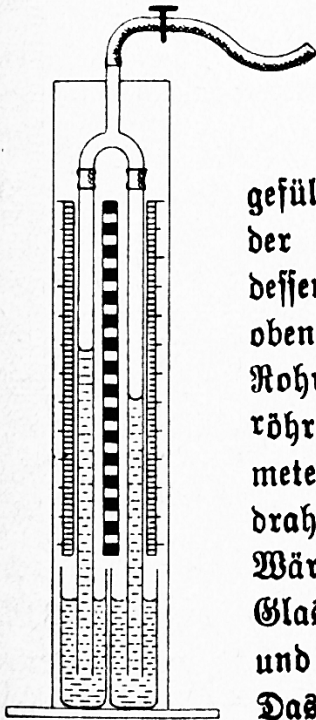

Abb. 63. Bestimmung des Eigengewichtes flüssiger Körper.
11. Verbinde zwei 80 cm lange Glasröhren durch Schlauchstücke mit einem T-Rohre, schließe an dieses einen Schlauch mit einem Quetschhahn an! Das Benetzen der Glasröhrenden mit Rizinusöl sichert einen vollständig luftdichten Abschluß. Befestige das ganze nach Abb. 63 auf einem senkrecht stehenden Brettchen und lasse die unteren Enden der Glasröhren in zwei Gläser tauchen! Bringe an dem Brettchen hinter jedem Rohre einen Millimetermaßstab an! Fülle ein Glas mit gefärbtem Wasser (sehr schön ist mit Fluorezein gefärbtes Wasser), das zweite mit gefärbtem Spiritus! Saug an dem oberen Schlauche und schließe den Quetschhahn! Die Flüssigkeitssäulen sind verschieden hoch; Spiritus steht höher als Wasser. Miß in jeder Röhre den Abstand zwischen dem Flüssigkeitsspiegel im unteren Glase und in der Röhre! Die beiden Flüssigkeitssäulen haben dasselbe Gewicht, weil im Innern der Röhre die gleiche Luftverdünnung und außer der gleiche Luftdruck herrscht. — Berechne durch einfaches Dividieren das Eigengewicht von Spiritus! Bestimme auf die gleiche Weise das Eigengewicht von Petroleum, von Kupfervitriollösung, von Glycerin!